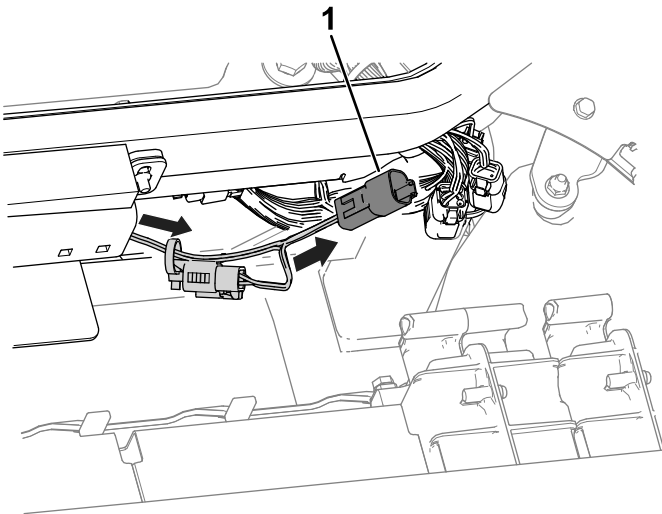

Bild 5
5. Öffnen Sie die Haube und verlegen Sie den Kabelbaumstrang (Bild 5) zu den Anschlüssen oberhalb des Hydraulikbehälterdeckels und schließen Sie ihn an den Kabelbaumanschluss der Maschine mit der Bezeichnung DRIVING LIGHT KIT POWER an.